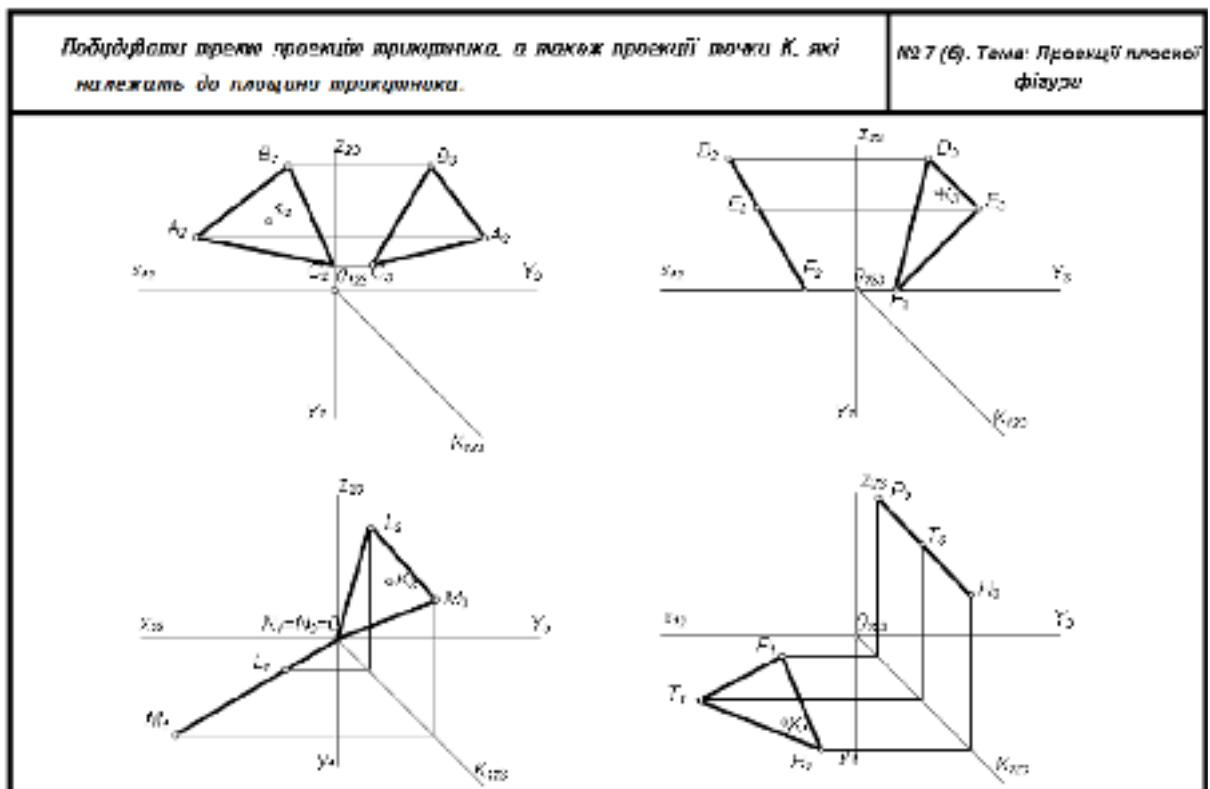

Рис. 7 – завдання № 3а.
- Добудуємо відсутню проекцію площа, як розповідалося у попередньому практичному занятті, враховуючи проекційний зв'язок між проекціями площин та визначимо їх розташування у просторі.(рис. 7).
- Для того щоб добудувати відсутні проекції точки К, які належать заданій площині, через задану її проекцію проводимо пряму лінію, яка лежить в цій площині (див. рис. 7, прямі 1, 2).